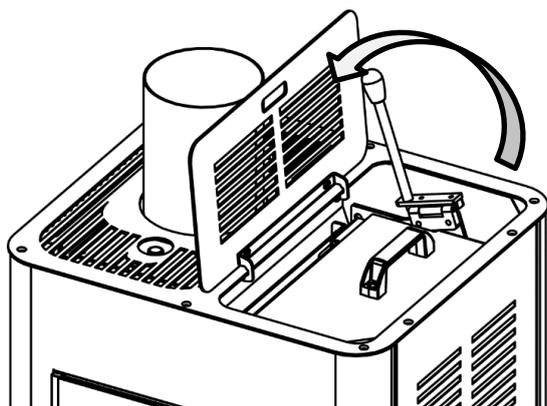

Fig. 10
- Aprire il coperchio e spostare la leva di caricamento pellet nella posizione "Stop" (fig.10);